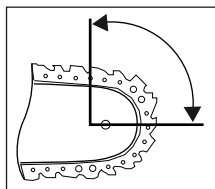

Fig. 1
- In alcuni casi, il contatto con la punta del binario potrebbe causare una reazione inattesa a ritroso, in cui la lama 16 potrebbe scattare verso l'alto e in direzione dell'operatore (vedere fig. 1).